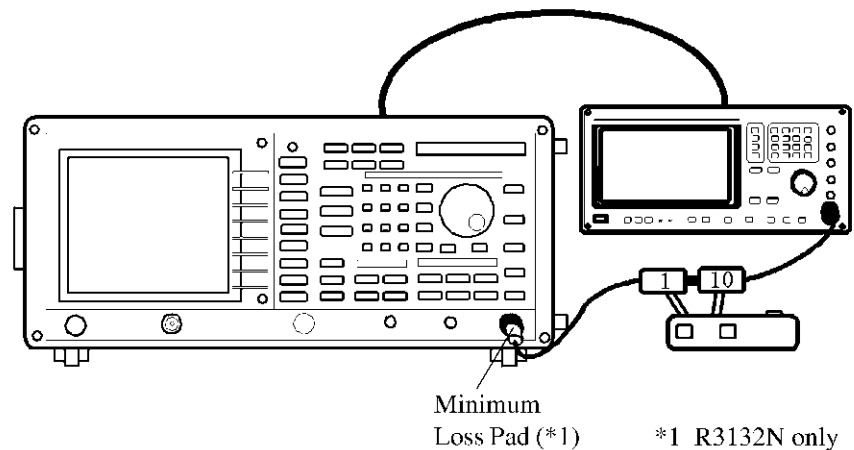

図 5-7 IF 利得誤差の接続
3. R3132 シリーズが AUTO CAL 機能を完了のあと、機器を図 5-7 のように接続します。